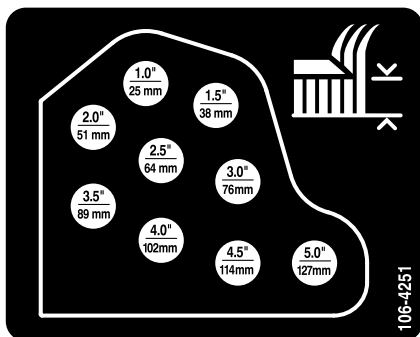

図 18
6. ヘアピンコッターとクレビスピンを使って、希望する刈高穴 図 18 に、刈高チェーンを取り付ける。